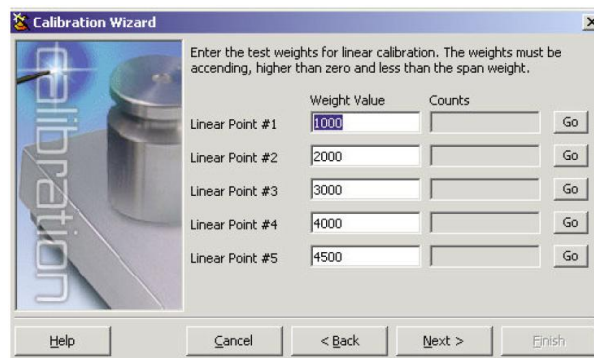

图:4-9. iRev 4 线性调校界面
- 如果要做多点线性调校，最多可输入 5 个其它的校准重量值(显示界面见图 4-9)，重量值依次增大但不能与零点和满量程重叠。加载校准砝码，输入砝码重量值然后点击“go”，完成后 A/D 转换点数现在右边方框，完成该点校准。重复上步操作。